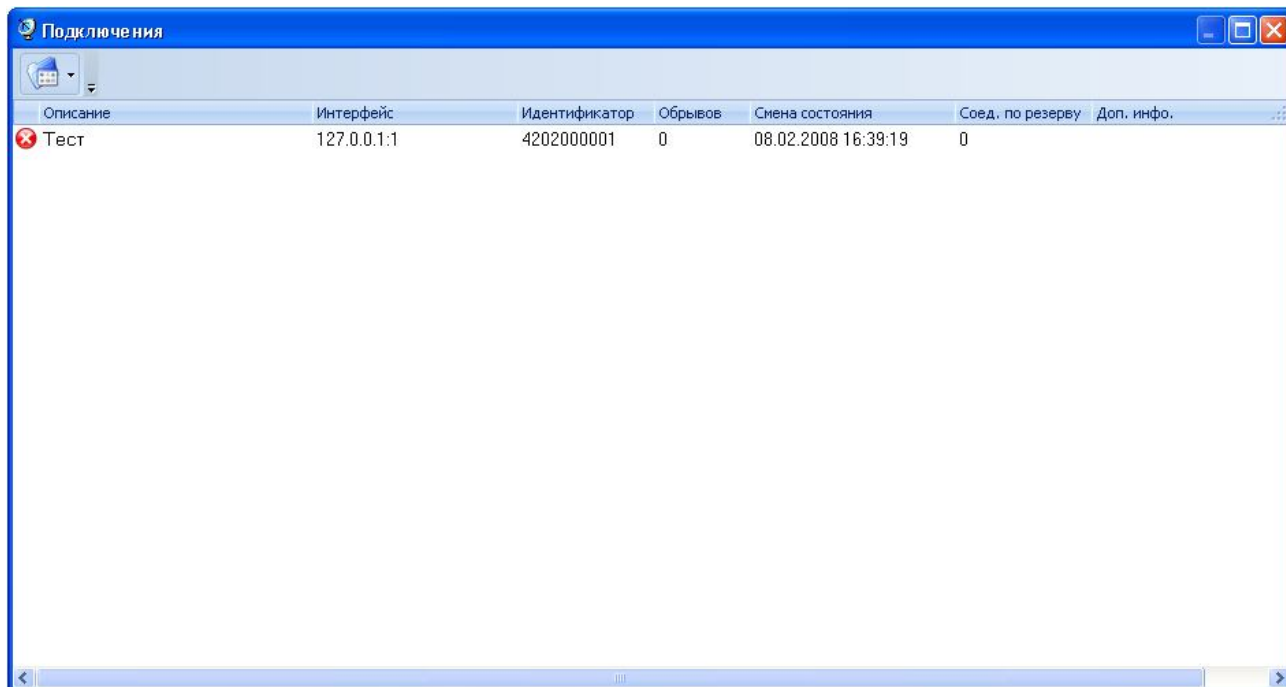

Рисунок 56 - Внешний вид окна подключений
- «Подключения» - вызывает открытие окна подключений программы «Сервер соединений» (рисунок 56);